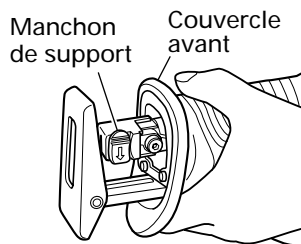

Fig. 5
- (1) Actionner la gâchette plusieurs fois de suite de façon que le levier sorte complètement du couvercle avant. Ensuite, couper l'interrupteur et sortir la batterie. (Fig. 5.)
- Ne pas retirer le couvercle avant (voir la Fig. 5). Bien tenir le corps de l'outil par le haut du couvercle avant.